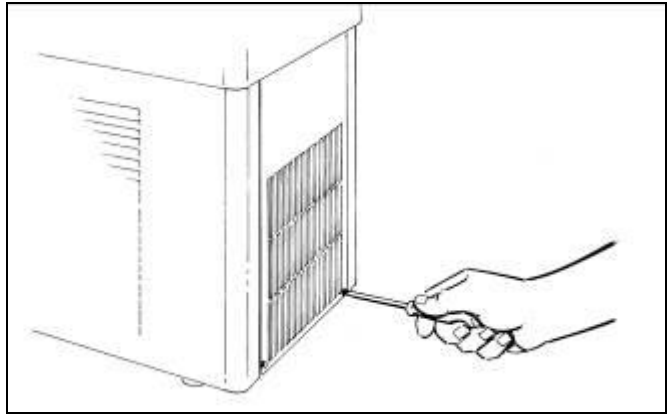

Fig. 45
- Para la GT1: quite el panel trasero destornillando los dos tornillos que lo sujetan en su parte inferior (Fig.45);